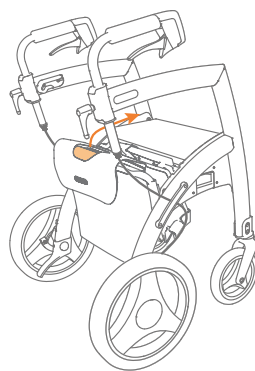

Abbildung 33: Ziehen Sie die Rückenlehne des Rollstuhls nach oben und nach vorne.
- b. Um den Rollator in einen elektrischen Rollstuhl zu verwandeln, muss das Rollstuhlpaket nach oben gezogen werden. Nehmen Sie den Griff des Rollstuhlpakets und ziehen Sie es leicht nach oben und nach vorne, bis zur Hälfte des Rahmens (**Abbildung 33**).